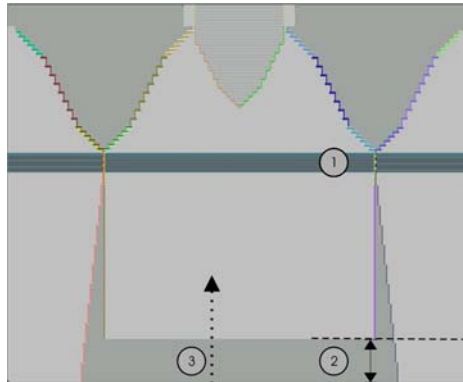

Bild 1: Formansicht
Den Längenausgleich (2) zwischen Leib und Arm mit dem Strickablauf-Modul vom unteren Gestrickrand (Arm) bis in die Mitte des Gestrickes verschieben (siehe Bild 1):